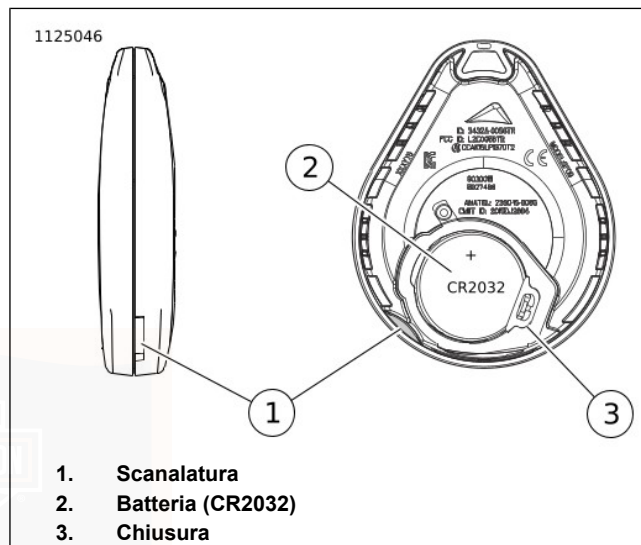

Figura 14. Sostituire la batteria del portachiavi elettronico
- Vedere Figura 14 . Il numero di serie del portachiavi elettronico si trova pure all'interno dello stesso.
1. Vedere Figura 14 . Per aprire il portachiavi elettronico, ruotare una lama sottile nella scanalatura (1).
2. Rimuovere la batteria (2) e smaltirla secondo le normative locali.